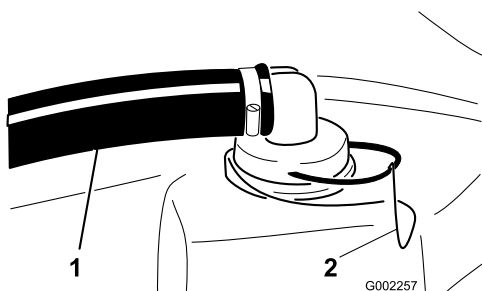

Figura 63
2. Retire el dispositivo de sujeción del dispositivo rojo sujeto a la manguera grande en la parte superior del depósito (Figura 63).
3. Desconecte la manguera del depósito (Figura 63).